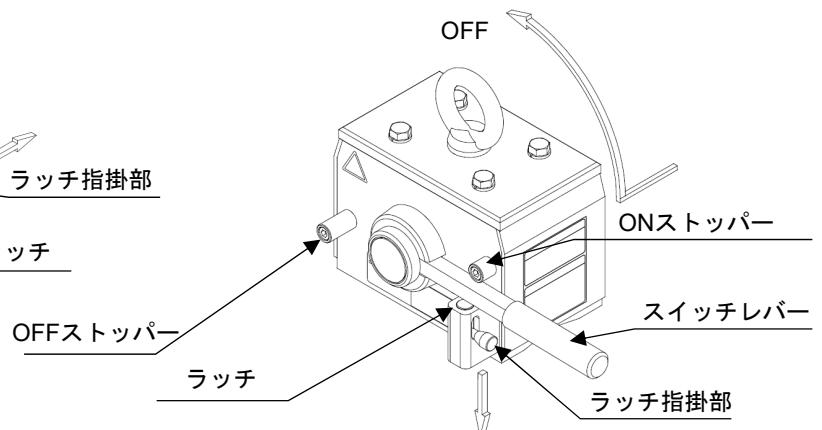

図10-4 KRD30、KRD50、KRD80、KRD100、KRD160
- ・ KRD30、KRD50、KRD80、KRD100、KRD160・・・ラッチの指掛部に指を掛けてラッチを下げ、同時にスイッチレバーを手前に引く。図10-4